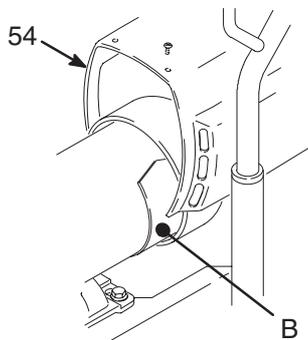

Fig. 9
2. Retire el blindaje del motor (54). Retire las cubiertas de inspección (B) y las juntas de ambos lados del motor. Vea la Fig. 9.